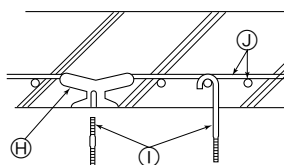
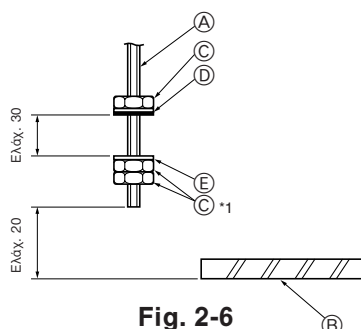

Fig. 2-5
Fig. 2-6
- ② Διαβρώσεις σιδηροπαγούς σκυροδέματος (Fig. 2-5)
- ③ Πλαίσιο ταβανιού
- ④ Ενδιάμεσο καθρόνι
- ⑤ Δοκός
- ⑥ Δοκός οροφής
- ⑦ Χρησιμοποιείτε ενθέματα που είναι χαρακτηρισμένα σαν 100 έως 150 κιλών (Αγοράζονται τοπικά)
- ⑧ Μπουλόνια μεγέθους M10 (3/8") για τα εξαρτήματα ανάρτησης (Αγοράζονται τοπικά).
- ⑨ Ενισχυμένη ατσάλινη ράβδος
- ⑩ Κανάλι C
- ⑪ Προσάρτημα ανάρτησης καναλιού
- ⑫ Μπουλόνι ανάρτησης M10
2.4. Τρόπος ανάρτησης της μονάδας (Fig. 2-6)